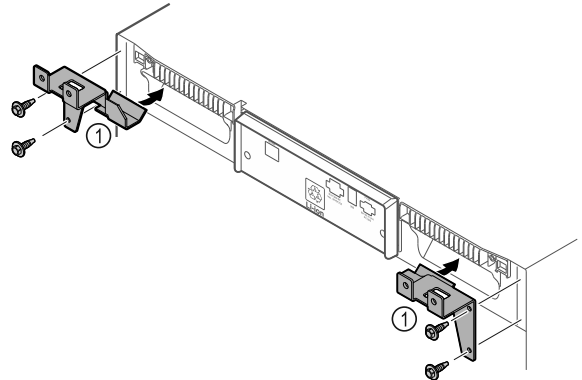

Fig. 11
- Monte las piezas de sujeción Fig. 11 (1) en el electrodoméstico con tornillos autorroscantes.